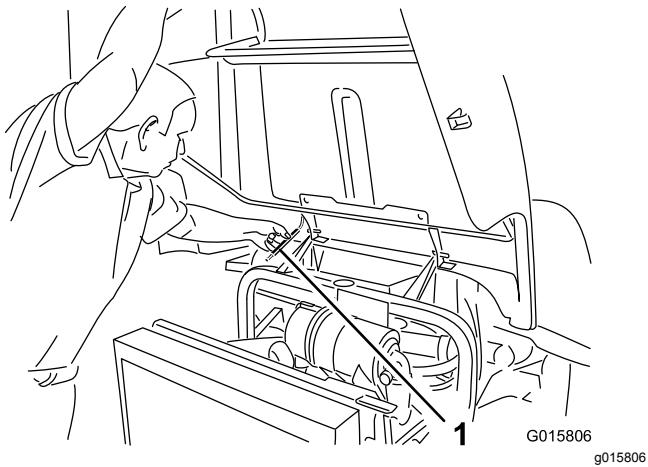

Рисунок 28
2. Поднимите капот настолько, чтобы можно было установить опорную стойку за трубой рамы (Рисунок 28).